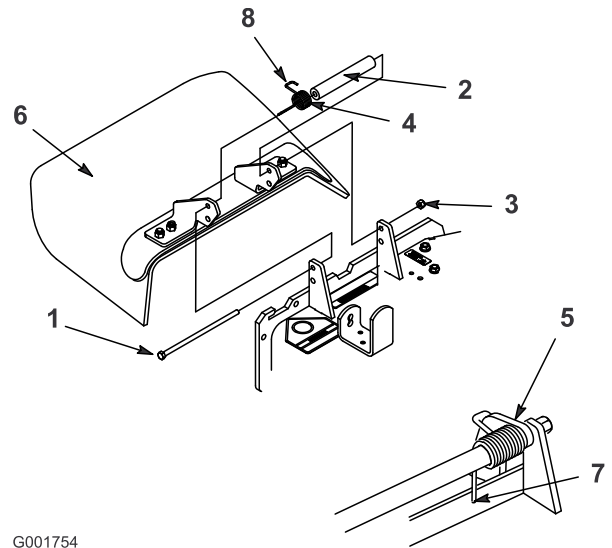

Figure 71
1. Retirez le contre-écrou, le boulon, le ressort et l'entretoise qui fixent le déflecteur aux supports de pivot (Figure 71).
4. Accrochez l'extrémité en J du ressort au déflecteur d'herbe (Figure 71).